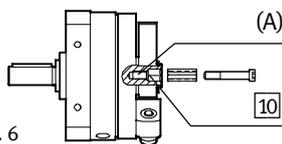

Fig. 6
- Se till att den andra utgående axeln inte kan glida ur sexkanthålet 10 (Fig. 6).